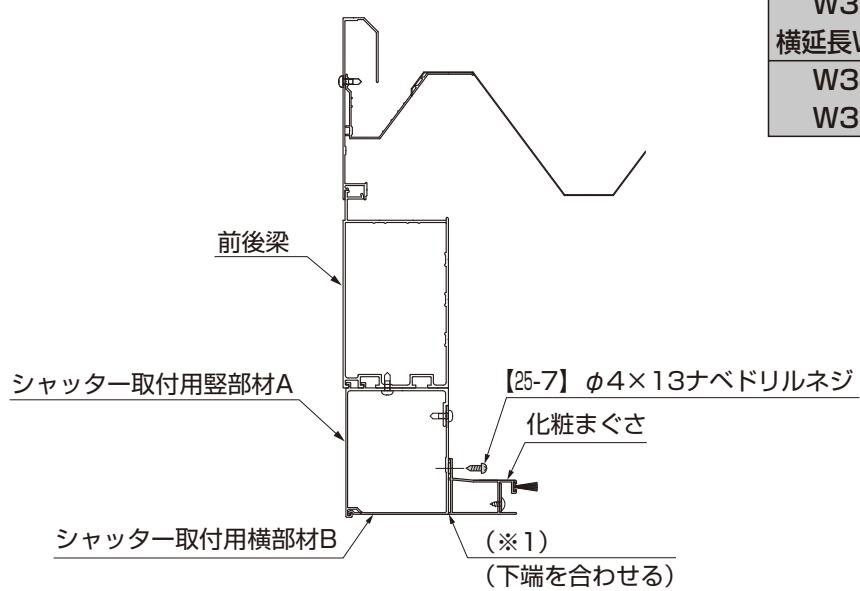

図2-1
①シャッター取付用横部材Bの下端に、化粧まぐさの下端を合わせ(※1)、左右の出を均等(15mm)(※2)にして、中央を合わせて【25-7】で水平に取付けてください。(図2-1参照)